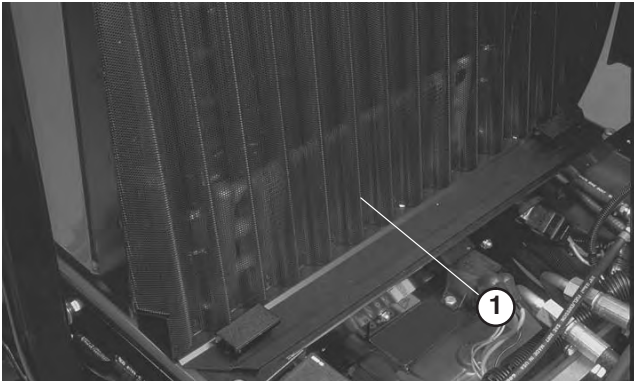

Figure 52
2. Desserrez les fixations et tirez sur la grille pour la sortir des glissières de montage (Fig. 52). Nettoyez soigneusement la grille à l'eau ou à l'air comprimé.